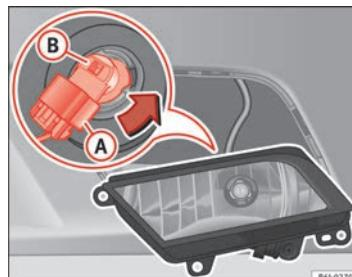

Fig. 160 Faro antiniebla
- Extraiga el conector →fig. 160 A de la lámpara.
- Gire el portalámparas →fig. 160 B a la izquierda y tire. ►